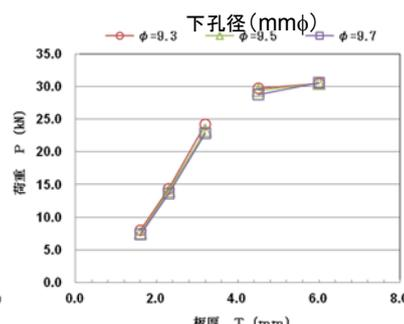

図4 せん断強度: 板厚と最大荷重
- **せん断強度**: 板厚が厚くなるにつれて最大荷重は大きく増加し、板厚4.5 mmと6.0 mmの最大荷重では大きな変動なし(図4)